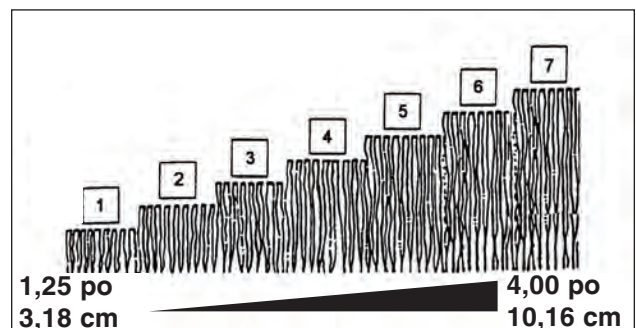

Figure 7: Réglages de hauteur de coupe (approximatifs)
2. Réglez toutes les roues à la même hauteur de coupe. La position de hauteur de coupe la plus haute correspond au cran d'arrêt 7 (**Figure 7**). La position de hauteur de coupe la plus basse correspond au cran d'arrêt 1.